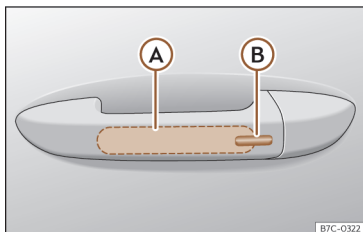

Fig. 47 Manípulo da porta: superfícies sensoras.
>>> **Fig. 47**
- Toque na superfície sensora >>> **Fig. 47 (B)** situada no lado exterior do manípulo da porta. Todos os indicadores de mudança de direção piscam uma vez
- Antes de passarem 5 segundos, toque uma vez no sensor do lado exterior do manípulo da porta >>> **Fig. 47 (B)**. Ao fazê-lo, não agarre o manípulo. O sistema Keyless Access fica desativado temporariamente.
- Na próxima vez o veículo só se poderá destrancar eletronicamente com a chave do veículo. Após a destrancagem seguinte, o sistema Keyless Access estará novamente ativado >>> **①**.
Para **fechar com a função de conforto** todas as janelas elétricas e o teto de vidro, mantenha um dedo durante uns segundos sobre a superfície sensora de bloqueio >>> Fig. 47 ⓘ do manípulo da porta até que as janelas e o teto se tenham fechado.